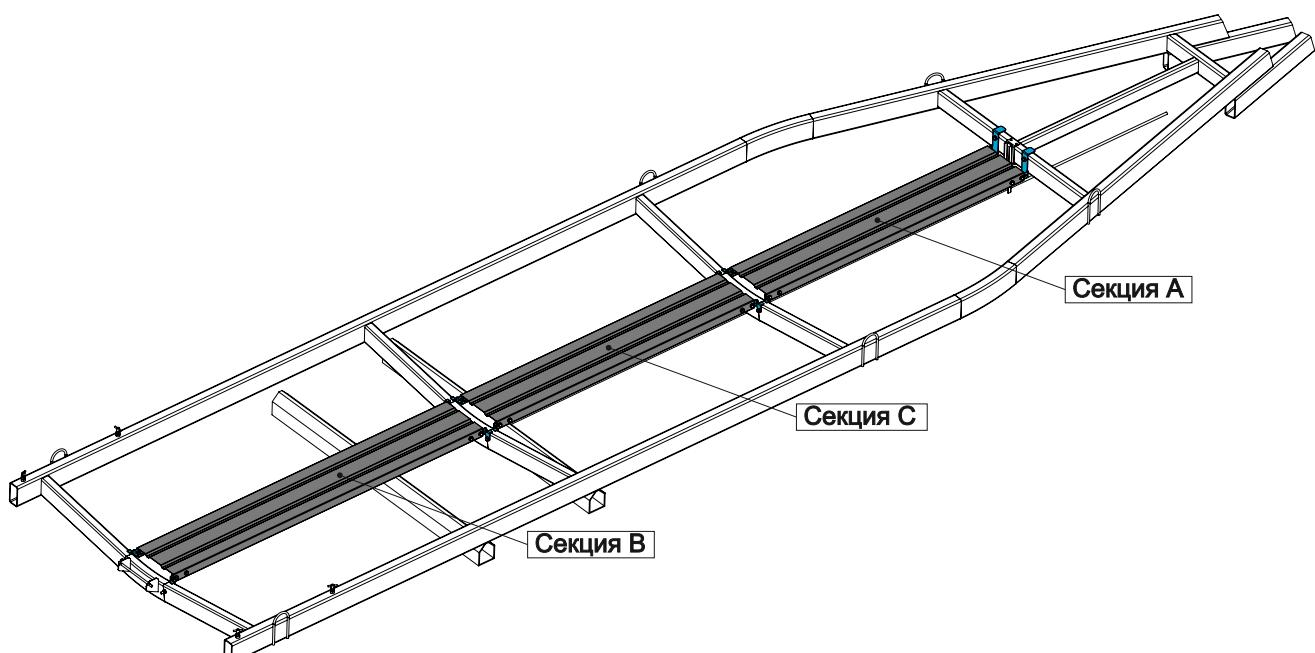

рис. 1
5. Положите полотна секций трапов на кронштейны согласно (таб. 1) и (рис. 1), распределите симметрично между поперечными балками и закрепите их к кронштейнам с помощью крепежа из комплекта.